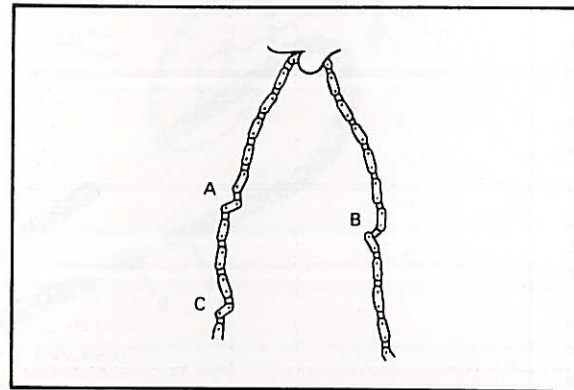

Fig. 5-5-6
2. Check the chain for stiffness. Hold as illustrated. If stiff, soak in solvent solution, clean with wire brush, dry with high pressure air. Oil chain thoroughly and attempt to work out kinks. If still stiff, replace. (Fig. 5-5-6)
2. Vérifier si la chaîne n'est pas trop raide, en la tenant comme indiqué sur la figure. Si elle est raide, la tremper dans un solvant, la nettoyer avec une brosse métallique, et la sécher au jet d'air comprimé. Ensuite, graisser complètement la chaîne, et faire jouer ses maillons pour essayer d'éliminer les noeuds. Si on n'y parvient pas, remplacer la chaîne. (Fig. 5-5-6)
2. Kette auf Verklebung prüfen; dazu die Kette wie abgebildet halten. Falls die Kette steif ist, diese in Lösungsmittel tauchen und mit der Drahtbürste reinigen, dann mit Preßluft trocknen. Kette gründlich einölen und versuchen, Knicke durch Bewegungen zu beseitigen. Falls die Kette dann noch immer steif ist, muß sie ersetzt werden. (Fig. 5-5-6)